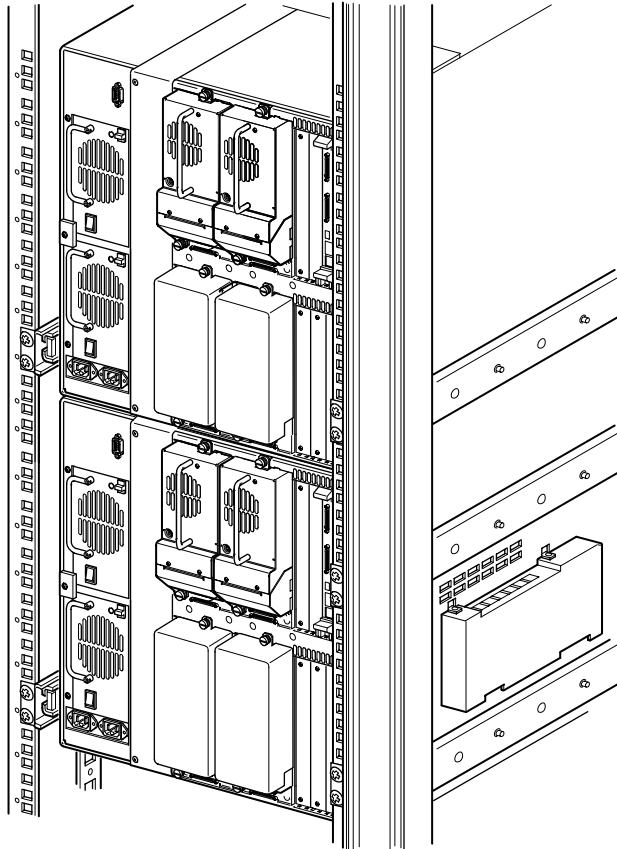

図2-7: ライブラリのインストール (MSL5052)
1. 『StorageWorks by Compaq MSL5052ライブラリ概要およびインストレーション』または『StorageWorks by Compaq MSL5000シリーズ ライブラリ7000/9000ラックマウント コンバージョン キット』の手順に従って、図2-7に示すように、2台のMSL5052ライブラリをインストールします。